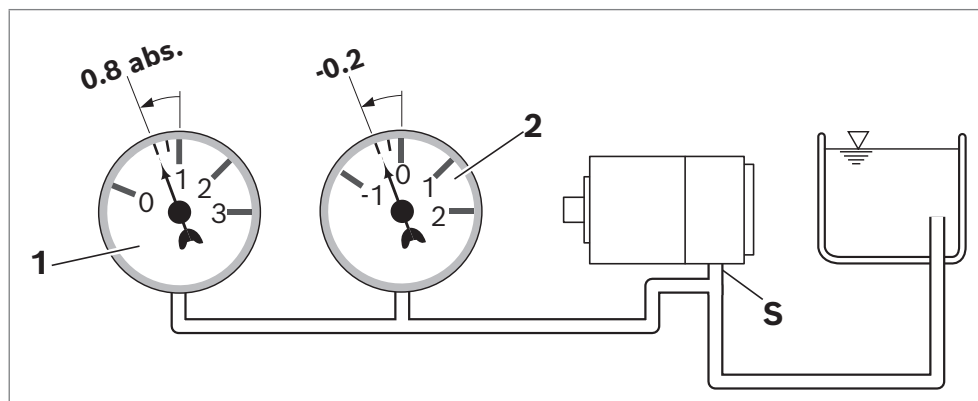

Fig. 5: Presión de aspiración para bombas a pistones axiales
- ▶ Asegúrese de que para el funcionamiento de la bomba a pistones axiales en todas las posiciones de montaje exista una presión de aspiración mínima de 0,8 bar absolutos en la conexión **S**, véase Fig. 5. Encontrará otros valores de presión y condiciones en la hoja de datos específica del producto.